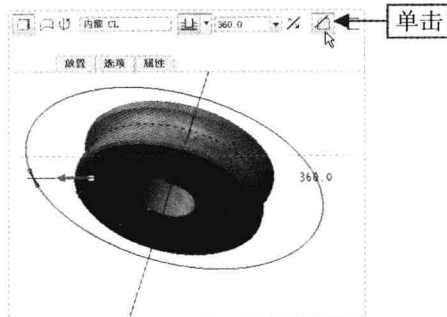

图 5-31 单击“移除材料”按钮
Step 07 单击“旋转”选项卡中的“移除材料”按钮 , 如图 5-31 所示。